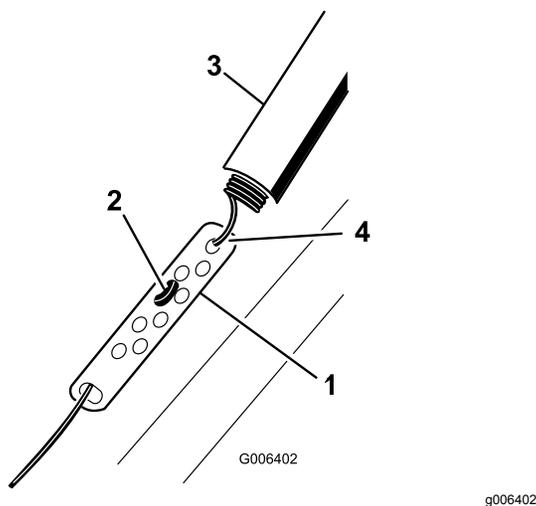

Figura 16
1. Deslice hacia arriba el protector del muelle y desenganche el muelle de la pletina de ajuste (Figura 16).